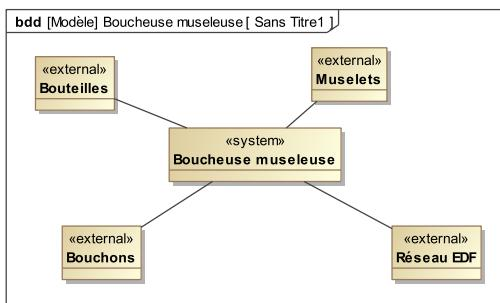

Figure 3 – Diagramme de contexte
**Question 2** Donner au moins deux autres éléments du milieu extérieur au système non présents dans la description de la figure 3.